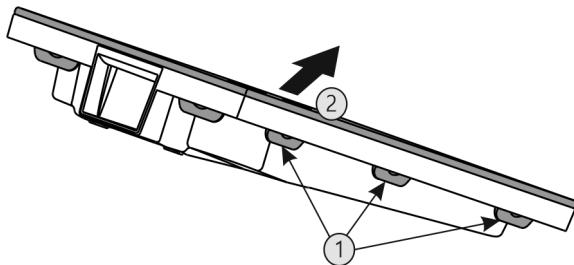

Fig. 49
- Последовательно нажать на все накладки Fig. 49 (1) и снять крышку Fig. 49 (2).